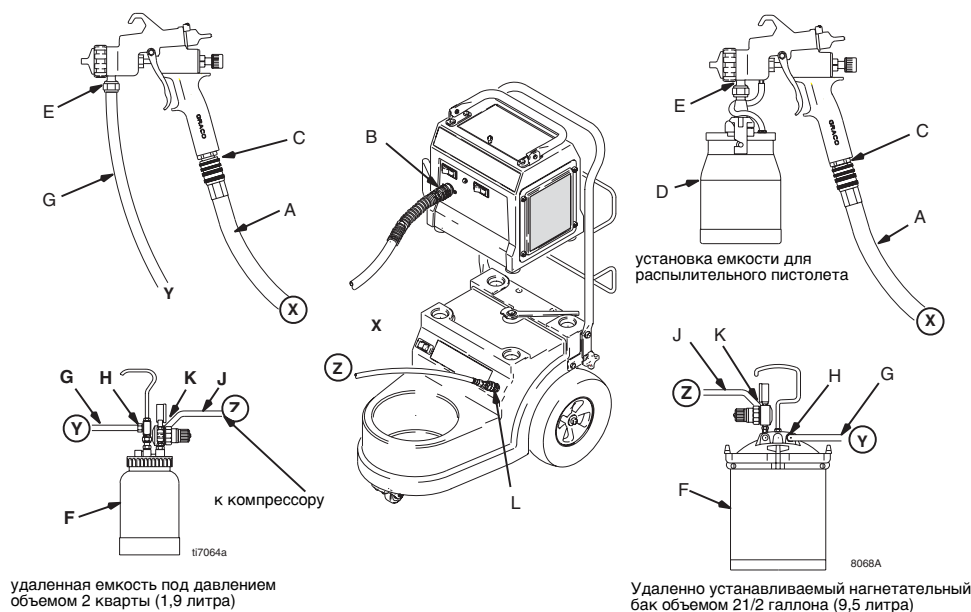

Рис. 12
- Буквы в кружочке на Рис. 12 обозначают подключения шланга.
- 1 Подключите шланг подачи воздуха к пистолету (A) между выходом воздуха турбины (B) и штуцером подачи воздуха пистолета (C). НЕ используйте ключ для затяжки соединений; затягивайте только рукой. Рис. 12.
- 2 При использовании емкости пистолета-распылителя (D): подключите емкость к входу жидкости пистолета (E).